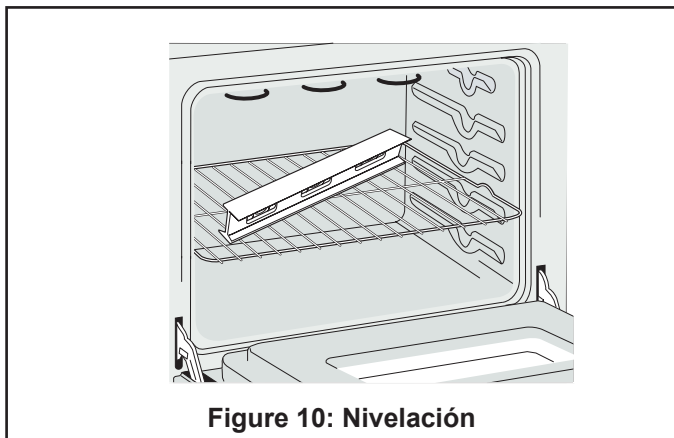

Figure 10: Nivelación
1. Instale una parrilla en el centro del horno superior (vea la Figure 10).